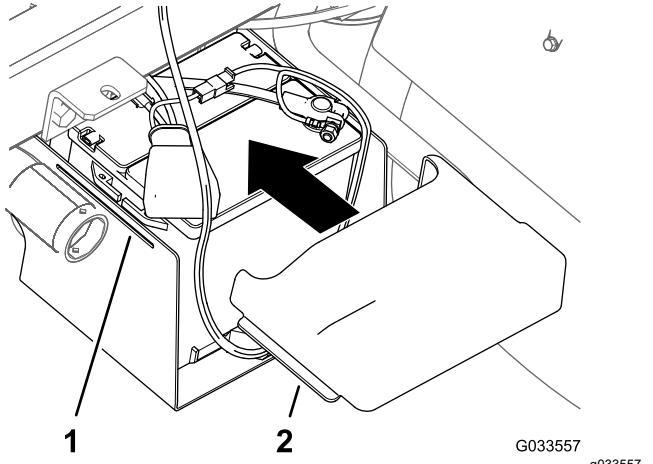

Bild 31
10. Drücken Sie die Seiten der Batterieabdeckung zusammen, fluchten Sie die Nasen der Abdeckung mit den Schlitten im Batterieunterteil aus, und lassen Sie die Batterieabdeckung los (Bild 31).